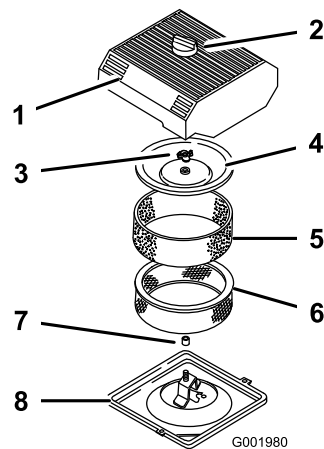

Figure 40
3. Nettoyez la surface autour du filtre à air pour éviter que des impuretés n'endommagent le moteur en tombant à l'intérieur (Figure 40).
4. Desserrez le bouton sur le couvercle du filtre à air et déposez le couvercle (Figure 40).
5. Sortez délicatement l'élément en mousse de l'élément en papier (Figure 40).
6. Dévissez l'écrou du couvercle et enlevez le couvercle et l'élément en papier (Figure 40).
1. Glissez délicatement l'élément en mousse sur l'élément en papier (Figure 40).
3. Vissez l'écrou à la main contre le couvercle (Figure 40).
4. Remettez en place le couvercle du filtre à air et le bouton (Figure 40).